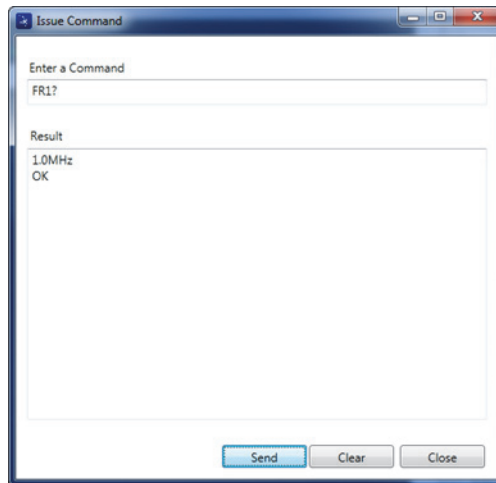

Abbildung 6-18 Dialogfeld Issue Command
Das Dialogfeld **Issue Command** wird eingeblendet (siehe Abbildung 6-18 auf Seite 335).
2. Geben Sie im Dialogfeld **Issue Command** einen Befehl ein (siehe Abbildung 6-18 auf Seite 335).
3. Klicken Sie im Dialogfeld **Issue Command** auf **Send** (siehe Abbildung 6-18 auf Seite 335).